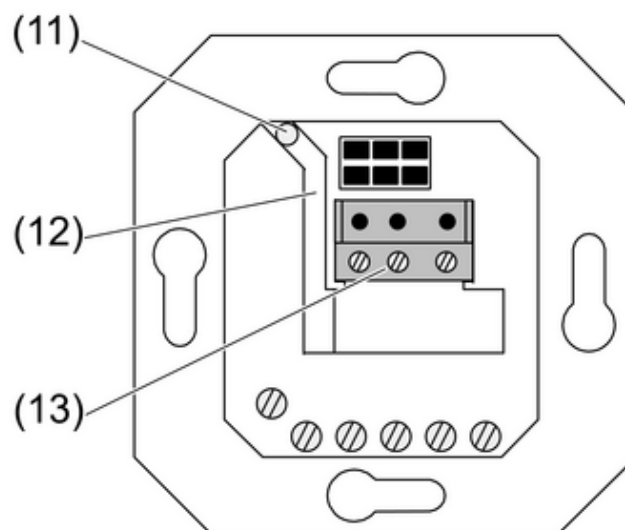
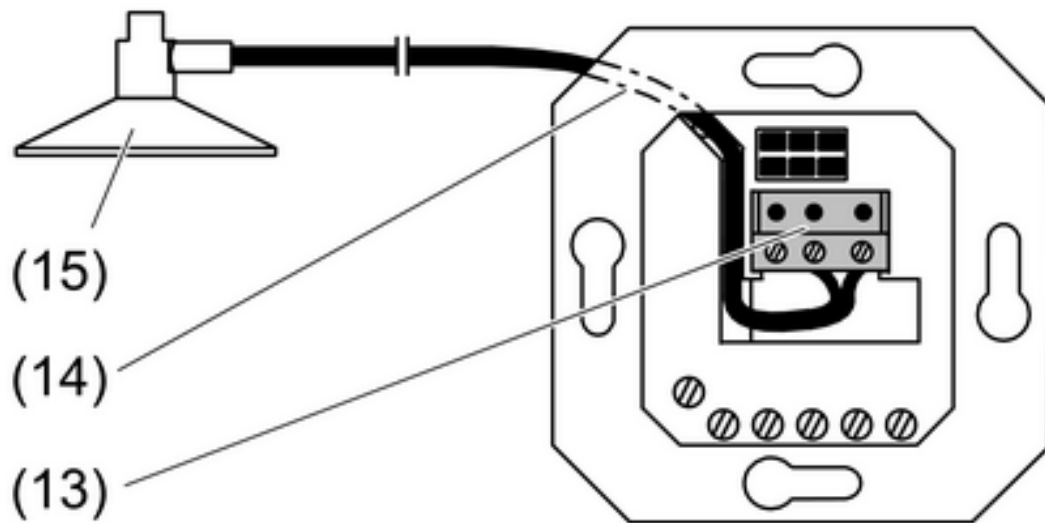
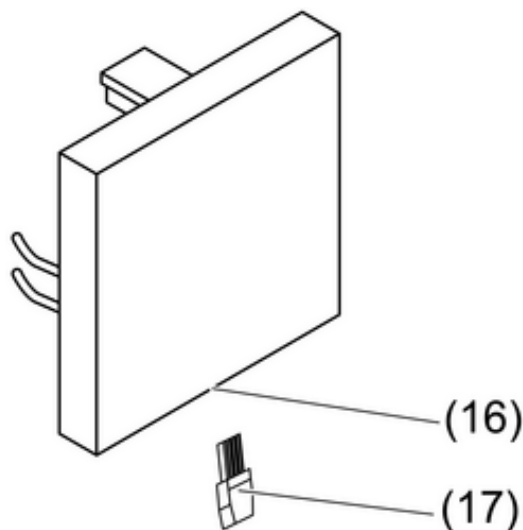

Bild 7: Unterputz-Verlegung der Sensorleitung
Bild 8: Aufputz-Verlegung der Sensorleitung
Bild 9: Sonnensensor am Aufsatz
Die Installation der Sensorleitung kann auf drei unterschiedlichen Arten erfolgen. Unterputz-Verlegung (Bild 7), Aufputz-Verlegung (Bild 8) und bei entsprechenden Aufsätzen, Sensorleitung am Aufsatz einstecken (Bild 9) .
- Die Leitung durch die Bohrung (11) des Einsatzes stecken und durch den Leitungskanal (12) zum Klemmenblock (13) führen (Bild 7).
- Zur Aufputz-Verlegung des Innensensors (15) den Stecker abschneiden.
- Die Sensorleitung hinter der Tragplatte (14) durch den Leitungskanal zur Anschlussklemme (13) führen (Bild 8).
- Stecker (17) in die Buchse des Einsatzes (16) einstecken (Bild 9).